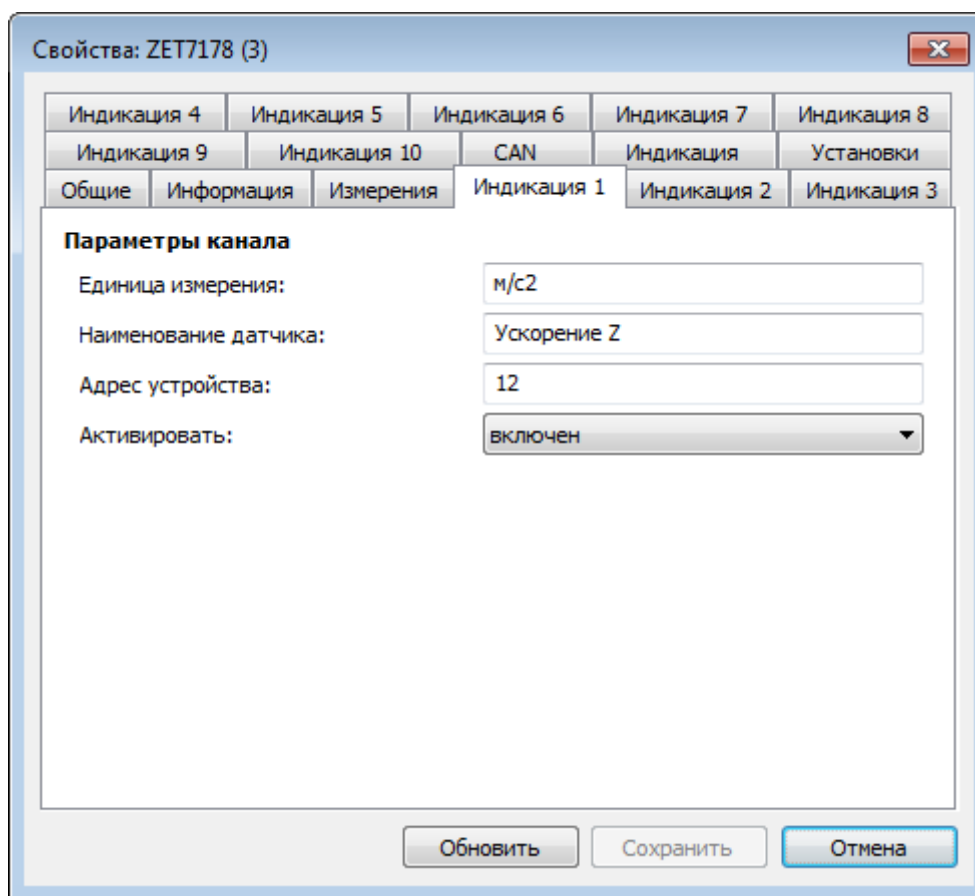

Рис. 2.10 Вкладки «Индикация 1» – «Индикация 10»
1. Зайти в любую незадействованную вкладку «Индикация 1» - «Индикация 10» (Рис. 2.10), расположенную в меню «Свойства» цифрового индикатора ZET 7178.